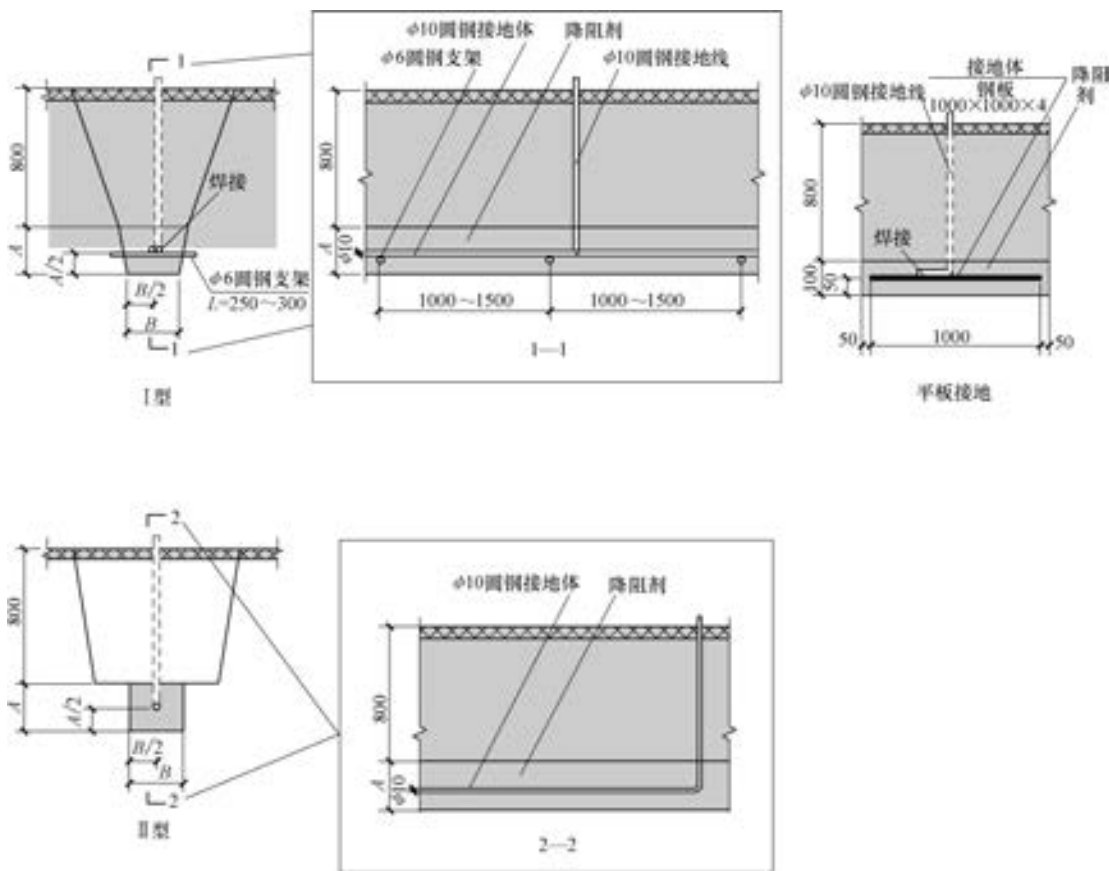

图 5-39 采用化学降阻剂水平接地体埋地安装图例
18. 采用化学降阻剂水平接地体的埋地安装 (见图 5-39)